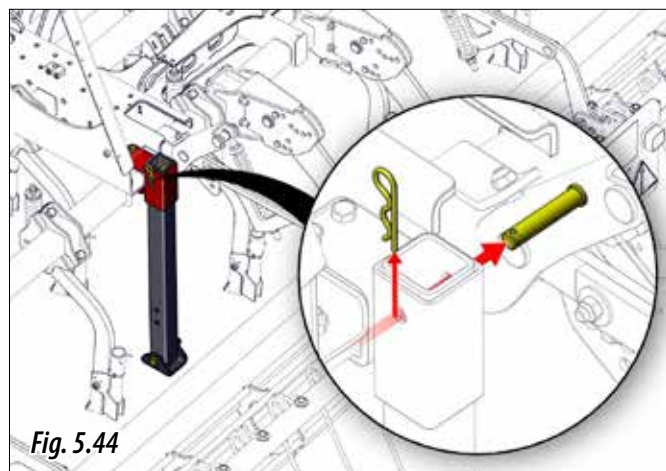

Fig. 5.44
- 1- Retirar el pasador y el bulón (Fig. 5.44) para liberar el pie.